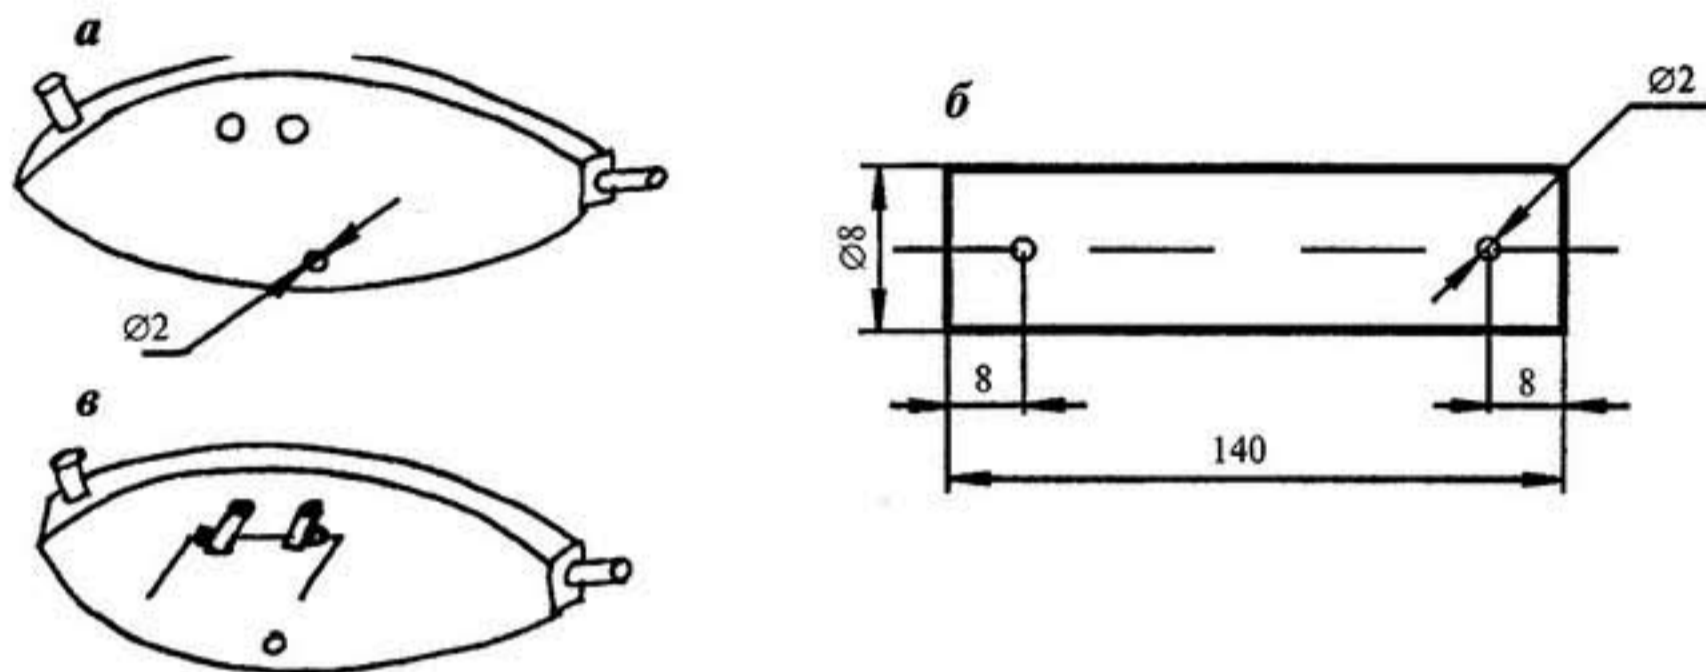

Рис. 236
1. Вставьте нагели в отверстия на туловище птицы, расположенные в начале и в конце (рис. 236, а). Их можно сразу посадить на клей. Разметив по шаблону отверстие для лески, просверлите его сверлом  $\varnothing 2$  мм.
2. В двух нагелях просверлите отверстия так, как показано на рис. 236, б и вставьте их в туловище (рис. 236, в). В эти отверстия войдут проволочные кронштейны.
3. В отверстия на нагелях вставьте проволоку с одной и с другой стороны туловища, насадите на нее бусинки и загните концы так, чтобы они были одинаковыми по длине (рис. 236, в).